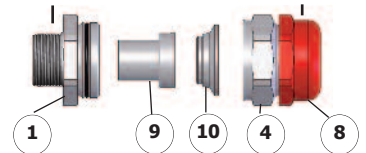

Fig. 2
- Déterminez la longueur de conducteur requise et coupez la gaine et le blindage du câble selon la géométrie de l'équipement. Dénudez le blindage davantage en coupant la gaine du câble sur une distance « L », comme l'illustre la figure 2. (Voyez le tableau de sélection pour déterminer la longueur « L »). Coupez la gaine intérieure, les matériaux de remplissage et les rubans, s'il y a lieu, pour dénuder les conducteurs isolés, comme l'illustre la figure 2. Remarque : Pour les câbles d'instrumentation gainés ou utilisant un ou plusieurs conducteurs de drainage, voyez la section « Conseils d'installation » ci-dessous.